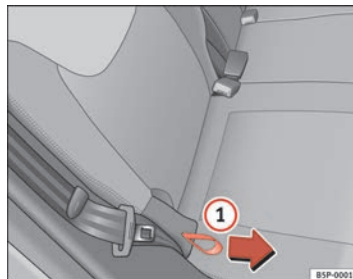

Abb. 98 Einstellung der Lehnenneigung, Rücksitz
- Halten Sie die Rückenlehne oben fest. Ziehen Sie die seitliche Zugschlaufe am Sitz ⇒ Abb. 98 ① in Pfeilrichtung und halten Sie die Zugschlaufe in dieser Stellung. Drücken Sie die Rückenlehne in die gewünschte Stellung nach hinten und lassen Sie die Zugschlaufe los. ▶